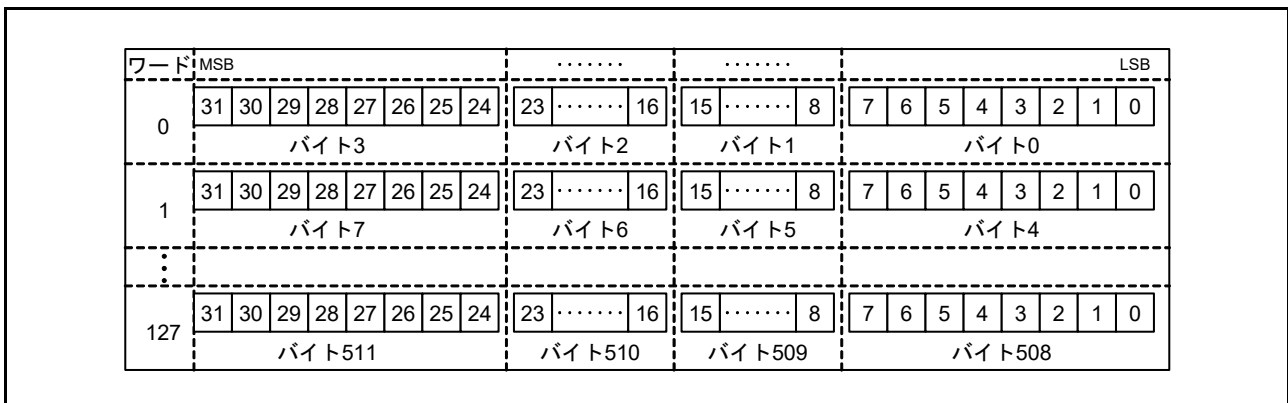

図 43.5 SD\_BUF 格納データ
2. 受信データが MMC ホストインタフェースの SD\_BUF に格納される (図 43.5 を参照)。